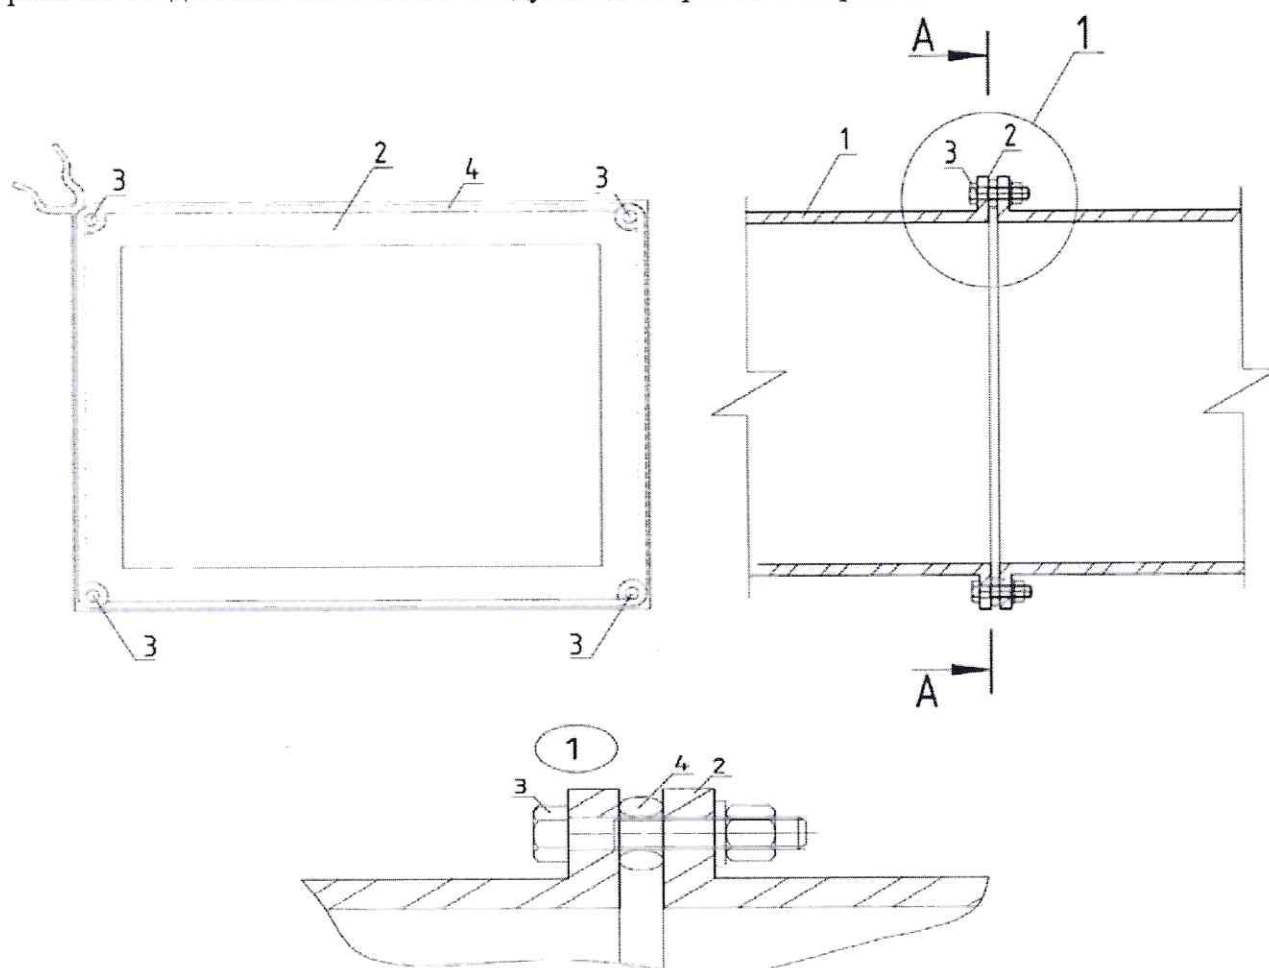

Рис. 1. Уплотнение фланцевого соединения воздуховодов.
4.5. В качестве уплотнительного материала фланцевого соединения рекомендуется использовать негорючий материал шнур ШБТ или шнур базальтовый из непрерывного волокна. Один из вариантов соединения огнестойких воздуховодов приведен на рис. 1.